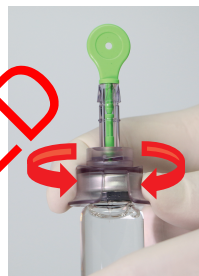

figura 6
e) Introduzca la punta del adaptador de llenado en la ampolla; para ello, gire hasta que quede completamente introducida, como se muestra en la figura 6.